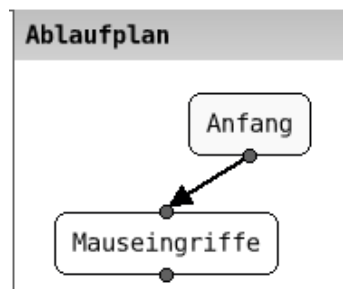

Abbildung 6: Die Verbindung zwischen zwei Funktionen wurde hergestellt.
2. Anschließend den Verbindungspunkt anklicken, mit dem die Verbindung hergestellt werden soll. Die Verbindungslinie wird gezogen (s. Abbildung 6).